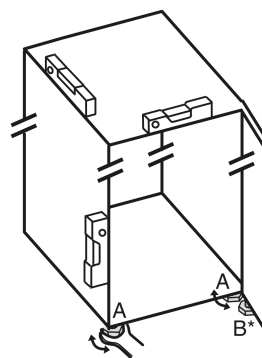

Fig. 6
- ▶ Izmantojot pievienoto uzgriežņu atslēgu un līmeņrādi, izskrūvējiet kājiņas Fig. 6 (A), līdz ierīce ir noregulēta stabilā un taisnā stāvoklī.
- ▶ Izmantojot pievienoto uzgriežņu atslēgu, izskrūvējiet kājiņu Fig. 6 (B) no gultņa balsta, līdz tas atrodas uz grīdas.
- ▶ Pagrieziet kājiņu Fig. 6 (B) vēl par 90°.